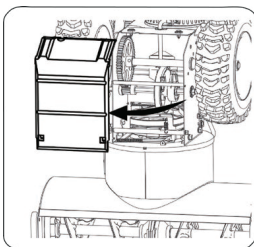

Рис.2
2. Осторожно переверните снегоуборщик вверх так, чтобы он опирался на корпус шнека (Рис. 2).
2. Осторожно переверните снегоуборщик так, чтобы он опирался на корпус шнека. Снимите крышку рамы с нижней стороны снегоуборщика, открутив четыре самореза, которыми она крепится. (Рис. 2)